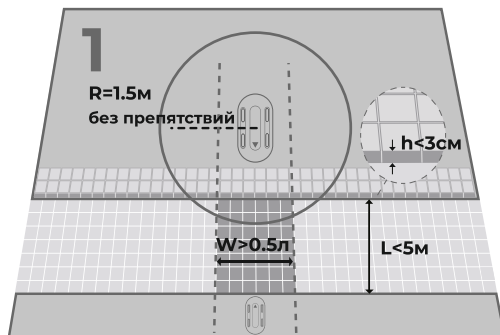

Рис. 15
**Найдите подходящее место (рис. 15)**